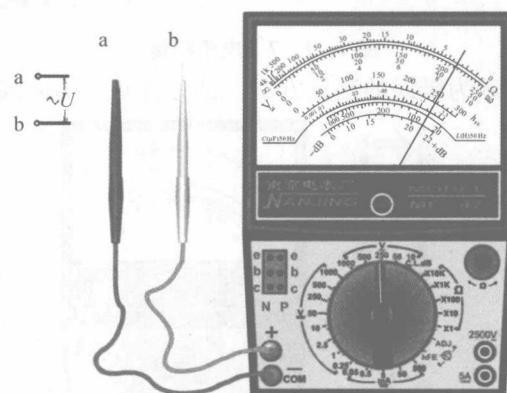

图 1-1-10 交流电压测量
(1) 注意事项
- ①将万用表与被测电路并联测量。
- ②测量直流电压时,应将红表笔接高电位,黑表笔接低电位。若无法区分高低电位,应先将一支表笔接稳一端,另一支表笔快速触碰另一端,若表针反偏,则说明表笔接反。
- ③测量高电压(500~2500 V)时应戴绝缘手套,站在绝缘垫上操作,使用高压测试表笔,并养成单手操作的习惯。
- ④若无法估计待测电压的大小,则应选择最高挡进行测量,再根据指针偏转情况,选择合适的量程进行测量。
(2) 测量步骤
- ①根据所测电压类型,调整转换开关至“ V ”挡或“ $\frac{\text{V}}{\text{A}}$ ”挡。
- ②测量并调整量程。将两表笔并接在被测电压两端进行测量(直流电压有正负极之分,交流电压不分正负极),如图 1-1-10 所示。
③读数。读数时选择第二条刻度。第二条刻度有三组数字,要根据所选择的量程来选择刻度读数。如图 1-1-10 所示,读出此时电压值为交流 220 V(有效值)。
④挡位复位。将挡位开关打在 OFF 位置或打在交流电压 1000 V 挡。
(3) 练习